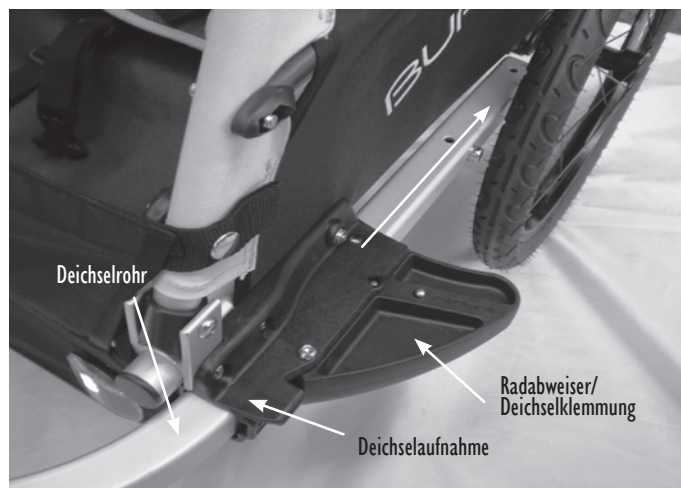

Abbildung 12: Korrekt gesicherte Deichsel (Schiebebetrieb)
7. Bringen Sie das Deichselrohr in die korrekte Position für den Schiebebetrieb, indem Sie es bis zum Anschlag nach hinten durch die Deichselaufnahme führen (s. Abbildung 12).